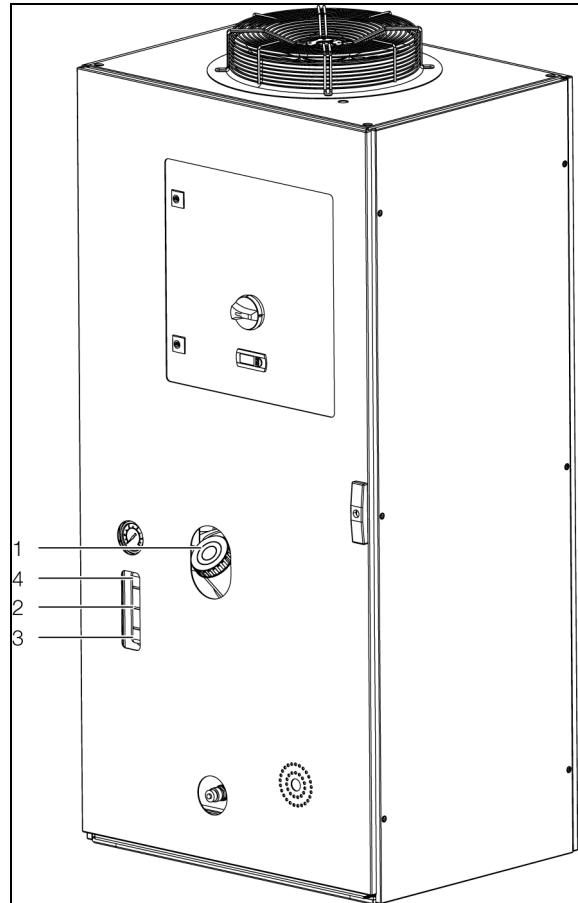

Fig. 32: Riempimento con fluido frigorifero (in figura modello 3335.790)
■ Riempire la vasca del chiller di fluido frigorifero mediante il bocchettone (fig. 32, pos. 1). È possibile leggere la quantità corretta (tra min. e max.) sull'indicatore del livello di acqua (vedere figura 32, pos. 2) dall'esterno della vasca, senza dover aprire la porta del chiller.